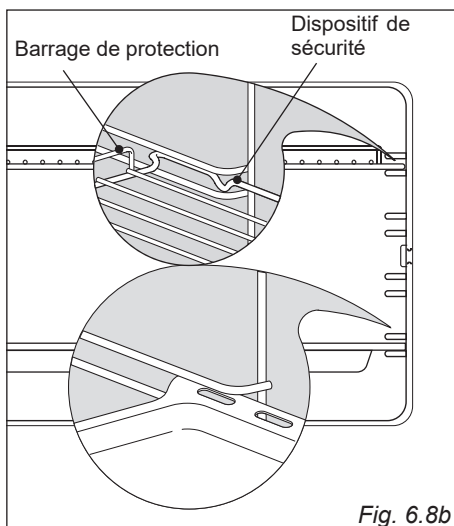

Fig. 6.8b
- Faire glisser sur les guides la grille et la lèchefrite (fig. 6.8b).